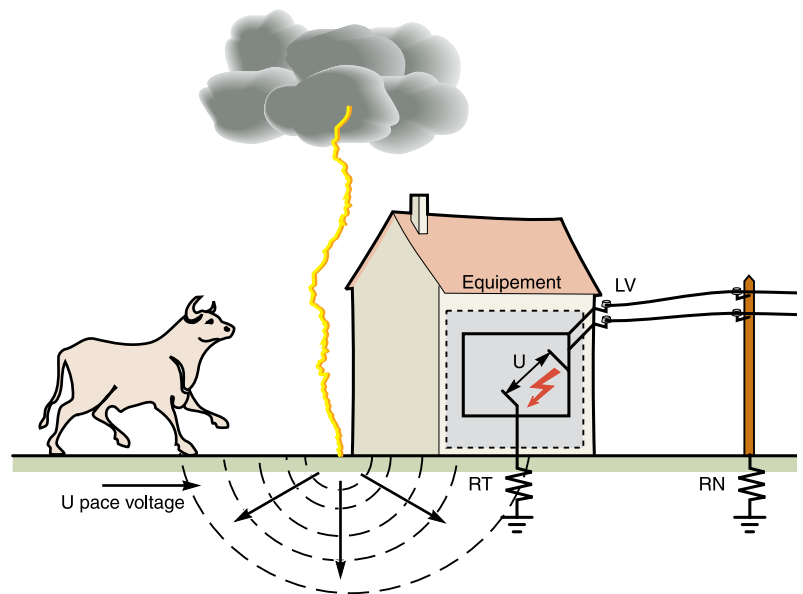

Fig. 6 - Stigning i jordpotentialet.
■ Stigning i jordforbindelsens potentiale (fig. 6)